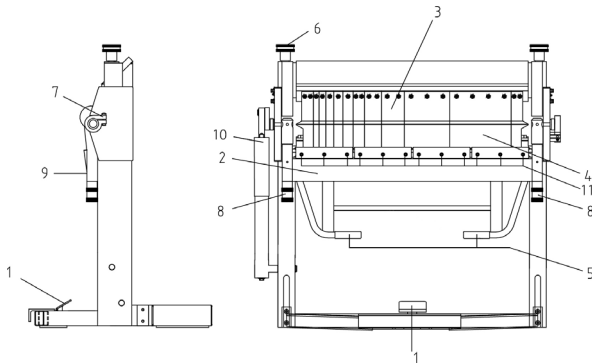

Abb. 5: Bedienelemente
- (Die bezifferten Bedienelemente sind in der Abbildung 5 „Bedienelemente“ zu finden). Bevor mit der Maschine gearbeitet wird, muss der Biegewinkelanschlag (7) gelöst werden. Anschließend muss der gewünschte Klemmdruck durch die Regulierschrauben (6) eingestellt werden. Diese müssen soweit eingeschraubt sein, dass das Fußpedal (1) beim Betätigen noch einrastet.
- Durch das Ein- Ausschrauben der Regulierschrauben (8) wird der Biegespalt der Maschine für das zu bearbeitende Blech eingestellt. **Tipp:** Der Biegespalt sollte gleichmäßig und etwas breiter als die Blechstärke sein, um ein optimales Ergebnis zu erreichen.
- Nun kann durch die Betätigung des Fußpedals die Arretierung (1) für die Oberwange gehoben und das Blech eingeführt werden. Durch anschließenden Druck auf das Fußpedal (1) senkt sich die Oberwange und spannt das Blech sicher.
- Durch Anheben der Unterwange können Sie nun Ihr Blech im gewünschten Winkel biegen. Der Hilfszylinder (10) erleichtert Ihnen hierbei die aufzubringende Kraft. Um die Winkeleinstellung für mehrere Biegevorgänge beizubehalten, justieren Sie den Biegewinkelanschlag (7) in der gewünschten Position. Er kann einzeln oder zusammen mit der Biegewange bis zum gewünschten Winkel gedreht und dort geklemmt werden.